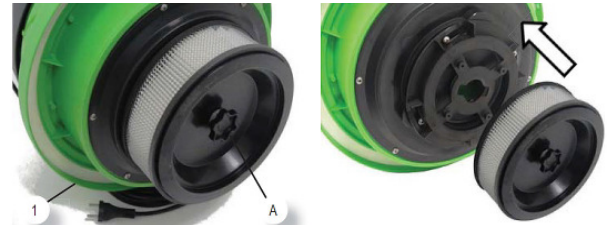

Abb. 16: Filter austauschen
Schritt 4: Lösen Sie durch Drehen des Sterngriffes A (Abb. 16) das Filterelement.